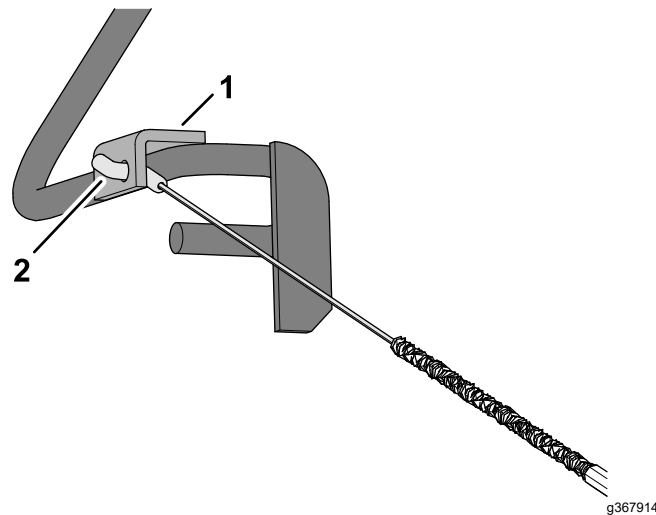

**Figura 10**
2. Inserite il raccordo del cavo attraverso il foro nella staffa della stegola di presenza dell'operatore come illustrato nella Figura 10.